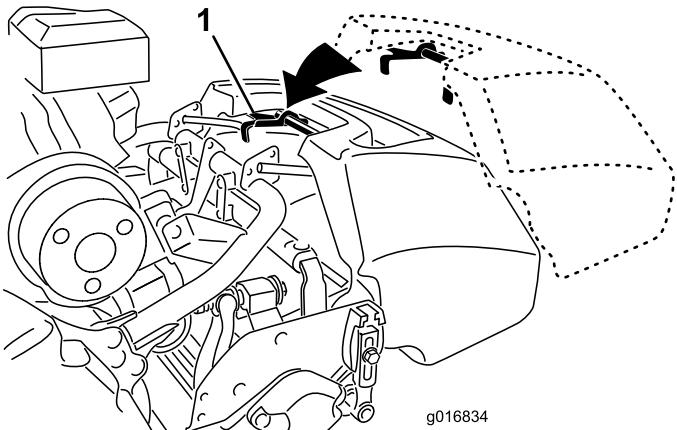

Bild 9
1. Fassen Sie den Fangkorb am Griff an (Bild 9).
2. Schieben Sie die Fangkorbleiste zwischen den Seitenplatten der Schneideeinheit und über die Frontrolle ein (Bild 9).
3. Befestigen Sie die Fangkorbhaken über der Rahmenschleife (Bild 9).